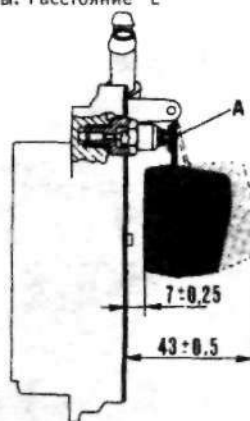

Рис.13.14. Проверка верхнего положения и хода поплавка на карбюраторе Weber 34 DMTR 54/250 (раздел 5):
13. Для того, чтобы отрегулировать верхнее положение поплавка, снять крышку карбюратора вместе с прокладкой и установить ее вертикально, чтобы поплавок свисал вниз так, чтобы игольчатый клапан был закрыт, но шарик иглы не был прижат (см. рис.13.14). Проверить, чтобы расстояние от верха поплавка до прокладки крышки было равно 6,75-7,25 мм. По необходимости отрегулировать это расстояние, соответствующим образом подогнув язычок рычага поплавка "А".